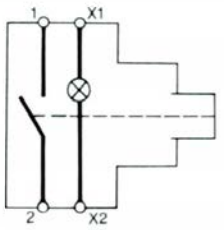

fig. 8 - 1 contact à fermeture + voyant lumineux.
- 1 contact à fermeture (marche) + voyant lumineux : raccordement, voir fig. 8. Exemple d'utilisation : mise sous tension d'une bobine contacteur par bouton-poussoir marche (1-2) avec auto-alimentation par contact auxiliaire (13-14). Le voyant lumineux, branché en parallèle sur le bouton-poussoir marche, est allumé lorsque le contacteur est ouvert. Il confirme le bon fonctionnement du système par son extinction.